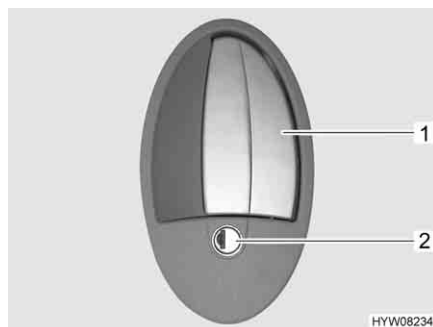

Fig. 14 Serratura della porta, lato esterno
- Inserire la chiave nel cilindro della serratura (Fig. 14,2) e ruotare fino a quando la serratura della porta si sblocca.
- Tirare la maniglia della porta (Fig. 14,1). La porta è aperta.
- Inserire la chiave nel cilindro della serratura (Fig. 14,2) e ruotare fino a quando la serratura della porta si blocca.